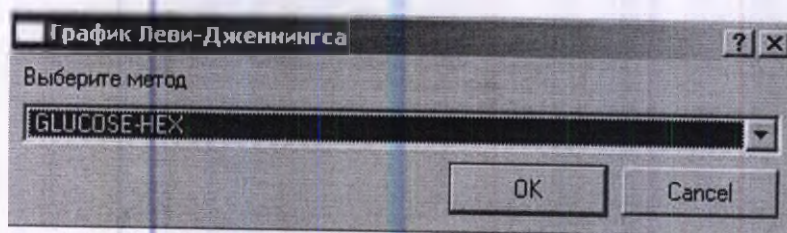

Рисунок 11-2
4. В появившемся окне выберите методику (Рисунок 11-2), по результатам которой хотели бы построить график Леви-Дженнинга, и нажмите **ОК**. Для отмены нажмите **Отмена**.